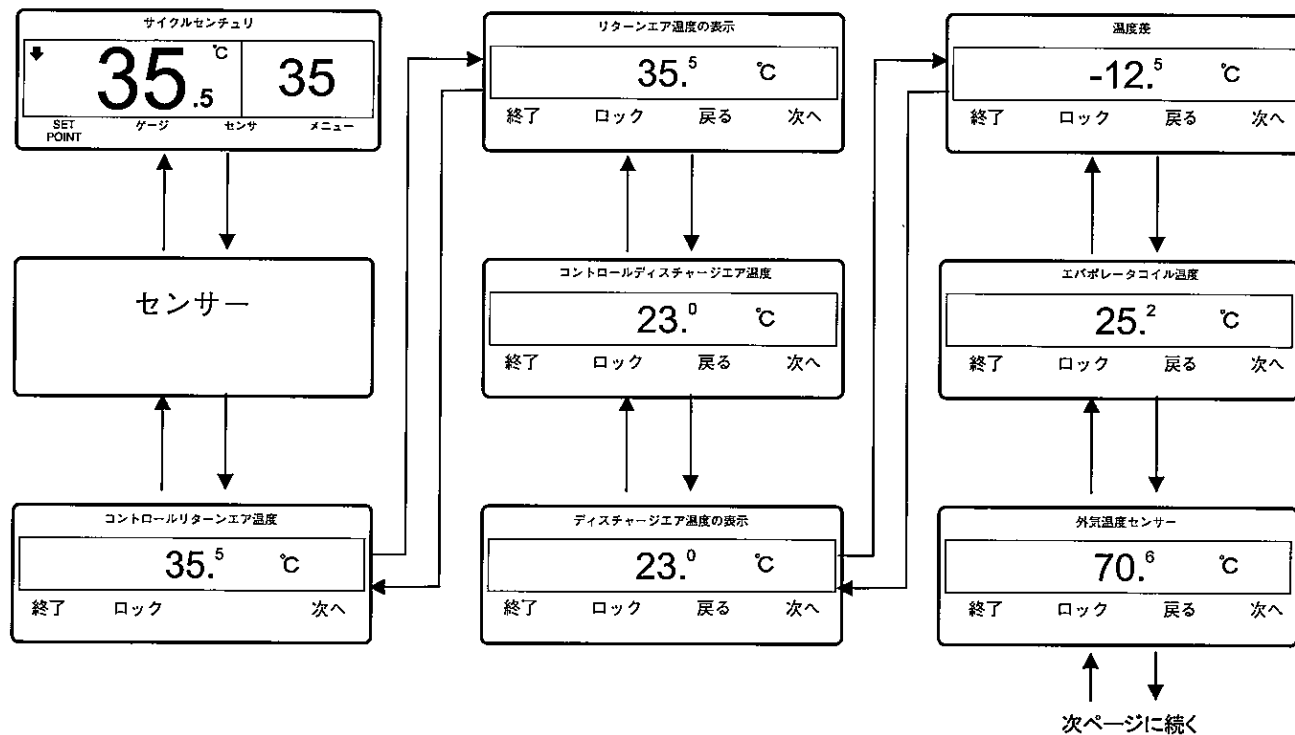
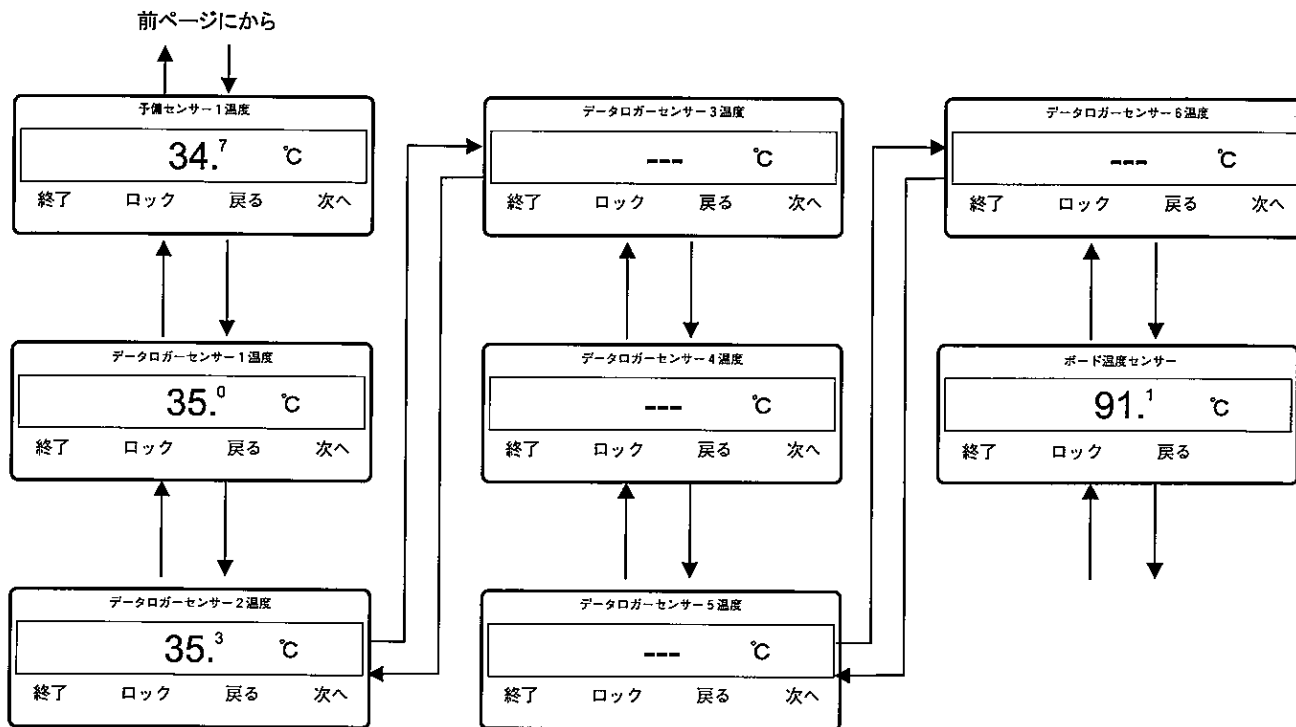

図33 : センサー確認のスクリーン・シーケンス (次ページに続く)
図34：センサー確認のスクリーン・シーケンス（前ページに続く）
3. 以下のセンサーをスクロールするには、戻るまたは次へのソフト・キーを押してください。制御吸込空気温度、表示吸込空気温度、制御吹出空気温度、表示吹出空気温度、温度ディファレンシャル、エバポレーター・コイル温度、外気温度、スぺア1の温度、オプションのデータロガー温度センサー1～6および基盤温度センサー。図33と図34を参照してください。30秒以内にいずれのキーも押されない場合、スクリーンは標準ディスプレイに戻ります。